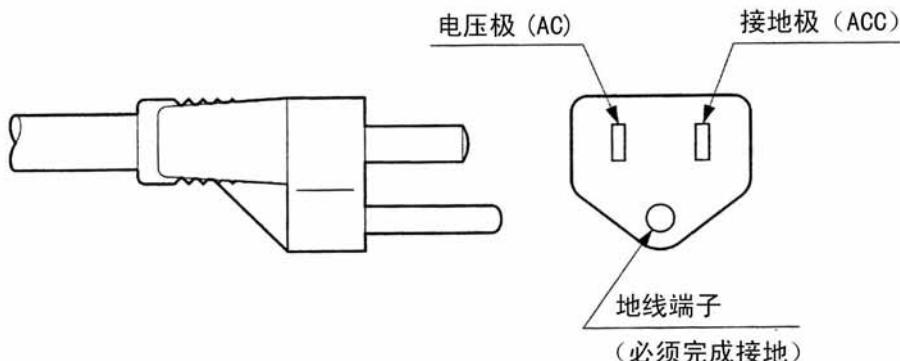

图 6.5 电源插销
仪器附属的电源线是包括地线在内的 3 线电缆，前端有 2P (附地线) 插销。电源插座没有地线时，使用附件 2P (无地线) 适配件。这时须将向外部引出的地线端子接地。本仪器的电源插销的电压极 (AC) 和接地极 (ACC) 如图 6.5 所示配置。在使用的电源插座上应与此相符地进行连接。